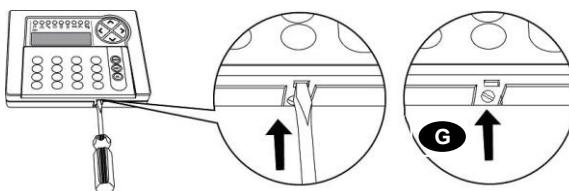

Fig. 1
Aprire la tastiera esercitando con un cacciavite a taglio una leggera pressione sul punto indicato nell'immagine, per sganciare il dente di chiusura (Fig. 1).
- Richiudere la tastiera tramite la vite fornita a corredo (G - Fig. 1).